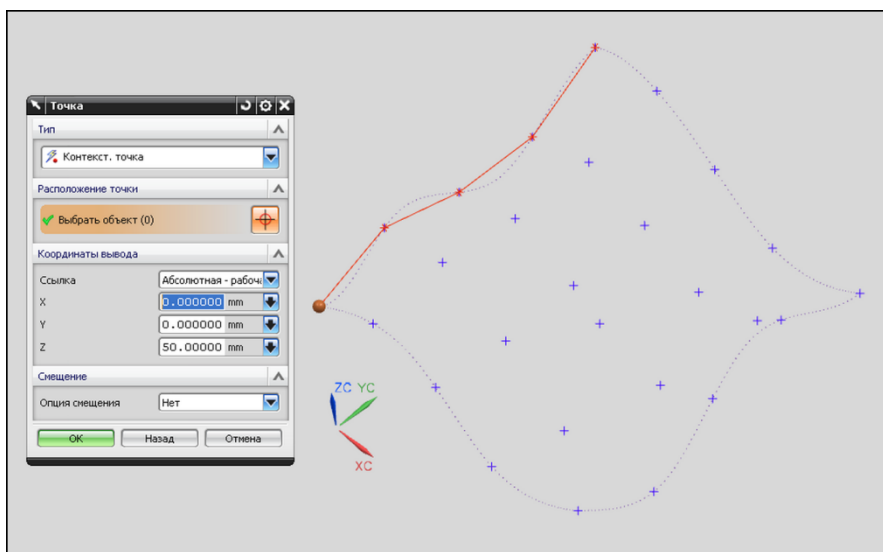

Рис. 1.10. Выбор точек первой цепочки (опция **По полюсам**)
- в открывшемся окне диалога **Точка** курсором указываются точки (полюса) первой цепочки (рис. 1.10);